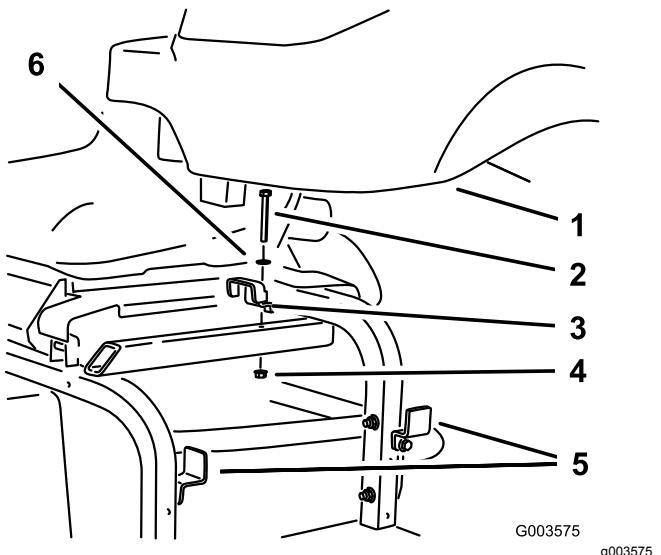

Figura 24
2. Instale o depósito hidráulico na estrutura e prenda-o com os três suportes previamente removidos e desapertados (Figura 24).